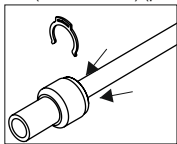

Рис. 2
- 2) Симметрично прижать фланец быстроразъемного соединения (если он есть) (рис. 2).